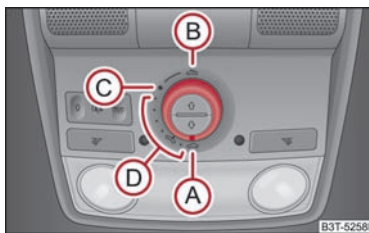

Abb. 44 Drehschalter für das Panorama-Schiebedach
Das Panorama-Schiebedach mit Sonnenschutzrollo können Sie nur bei eingeschalteter Zündung mit dem Drehschalter bedienen ⇒ Abb. 44. Der Drehschalter hat mehrere Stellungen.
- Drehen Sie den Schalter in Stellung **(C)** ⇒ Abb. 44.
- Drehen Sie den Schalter in Stellung **(A)** ⇒ Abb. 44.